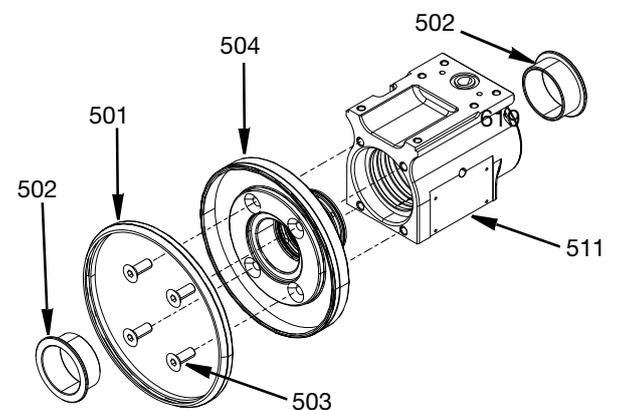

Рис. 25
1. Вставляйте опорное кольцо (510) в конец с большим отверстием корпуса поворотного шарнира (511) до тех пор, пока опорное кольцо не будет установлено перпендикулярно внутреннему выступу.
2. Нанесите тонкий слой литиевой смазки на наружную поверхность уплотнительного кольца вращающегося уплотнения (508). Во избежание повреждения вращающегося уплотнения вставляйте уплотнительное кольцо в отверстие корпуса поворотного шарнира (511) под углом. Удостоверьтесь, что уплотнительное кольцо не порвется о входное отверстие, и прижмите вращающееся уплотнение к опорному кольцу (510). См. вид сбоку Рис. 25.
- Установите распределительное кольцо для материала (509) в отверстие корпуса поворотного шарнира (511). Рекомендуется использовать **Инструмент для установки/удаления уплотнения для материала, 17V972** см. стр. 38 и молоток с мягким бойком. Протолкните распределительное кольцо для материала (509) и вращающееся уплотнение (508) в нижнюю часть отверстия.
- Нанесите тонкий слой литиевой смазки на наружную поверхность следующего уплотнительного кольца вращающегося уплотнения (508). Во избежание повреждения вращающегося уплотнения вставляйте уплотнительное кольцо в отверстие корпуса поворотного шарнира (511) под углом. Удостоверьтесь, что уплотнительное кольцо не порвется об отверстие для просачивания материала и прижмите вращающееся уплотнение к опорному кольцу для материала (509). См. вид сверху Рис. 25.
- Нанесите тонкий слой литиевой смазки на уплотнительные кольца (505) и вставьте в отверстие корпуса поворотного шарнира (511). Нанесите противозадирный состав на винты М6 с потайной головкой и шестигранным углублением под ключ (503) и закрутите их вручную. См. Рис. 25.
- Вставьте один фланцевый подшипник (502) в корпус поворотного шарнира (511) и один фланцевый подшипник (502) в подшипник воздухораспределительного кольца (504). См. Рис. 25.
- Расположите пылезащитное кольцо (501) вокруг внешней поверхности подшипника воздухораспределительного кольца (504). См. Рис. 25.